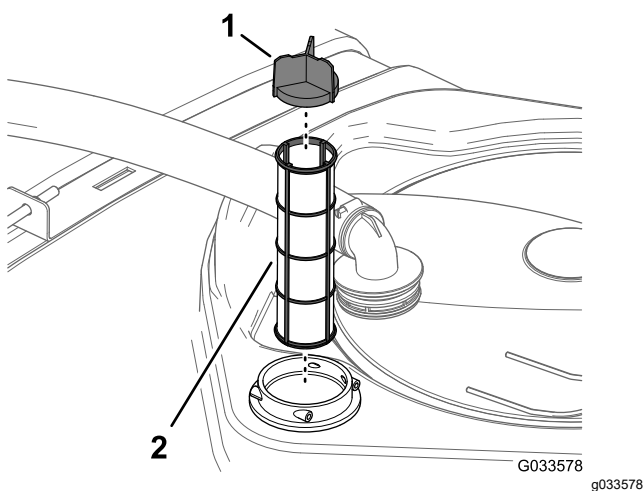

Рисунок 52
4. Извлеките фильтр линии всасывания из его корпуса в баке (Рисунок 52).